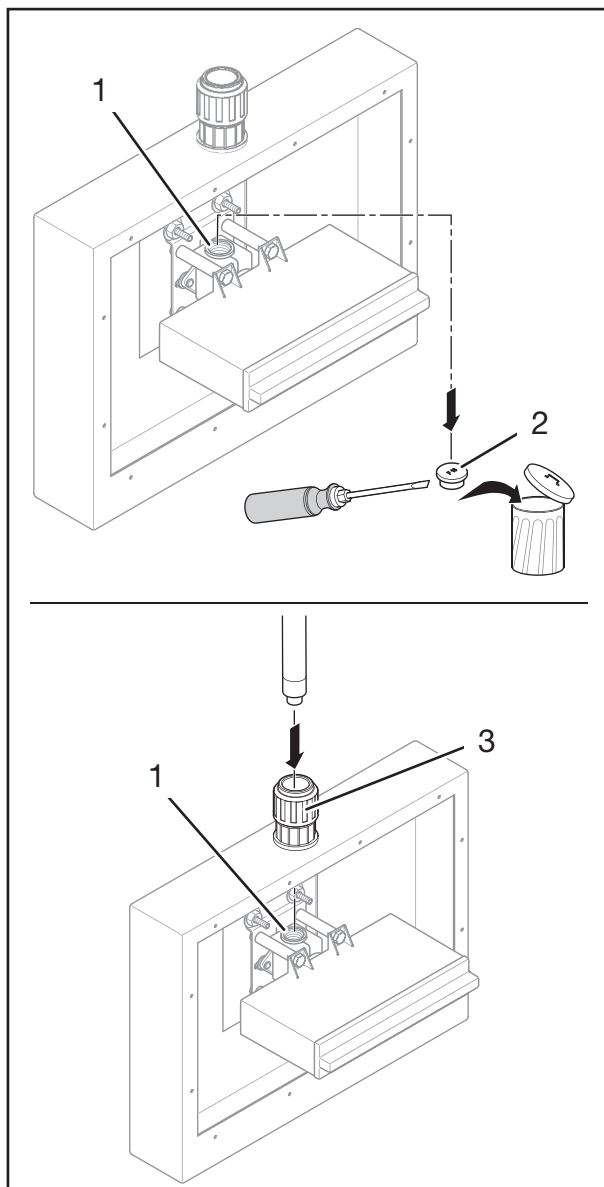

Fig. 7: Kombinerad vatteninstallation
1. Ta bort tätningspluggen (fig. 7/2) från produktens anslutning (fig. 7/1) med hjälp av en spårskruvmejsel.
2. Dra media- och skyddsroret genom genomföringen i inbyggnadslådan (fig. 7/3).
3. Anslut mediasroret till produkten (fig. 7/1) enligt rör- och kopplingstillverkarens anvisningar.
4. Dra åt skruvkopplingen på skyddsrorsgenomföringen på inbyggnadslådan (fig. 7/3) enligt Joramarks monteringsanvisning.